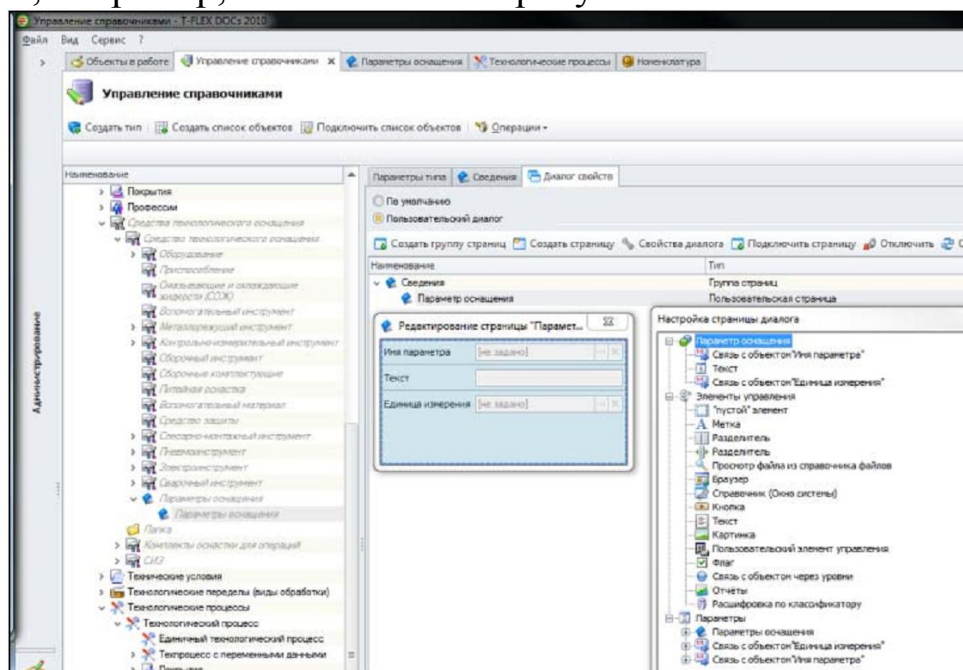

Рис. 103 Создание пользовательского диалога для справочника «Средства технического оснащения»
1. Настроим диалог ввода значения параметров в списке объектов (рис. 103).